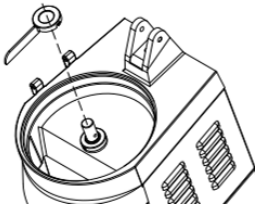

Abb. 9 - Einsatz der Ausladeschaufel
- Setzen Sie die Ausladeschaufel auf die Schneidscheibenwelle (Abb. 9).